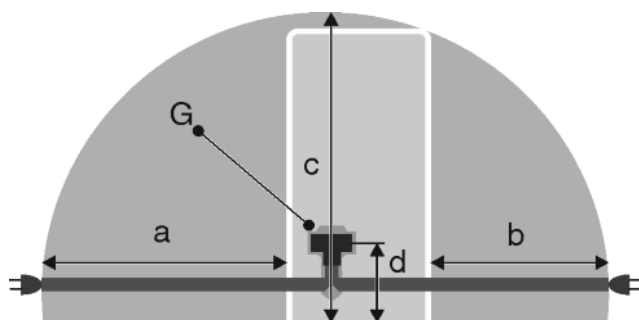

Fig. 25
- Контактът трябва да е извън зоната на задната страна на уреда и в рамките на дефинираната зона Fig. 25 (a, b, c).
- ▶ Включете щепсела на уреда Fig. 25 (G) от задната страна на уреда. Обърнете внимание на доброто фиксиране.